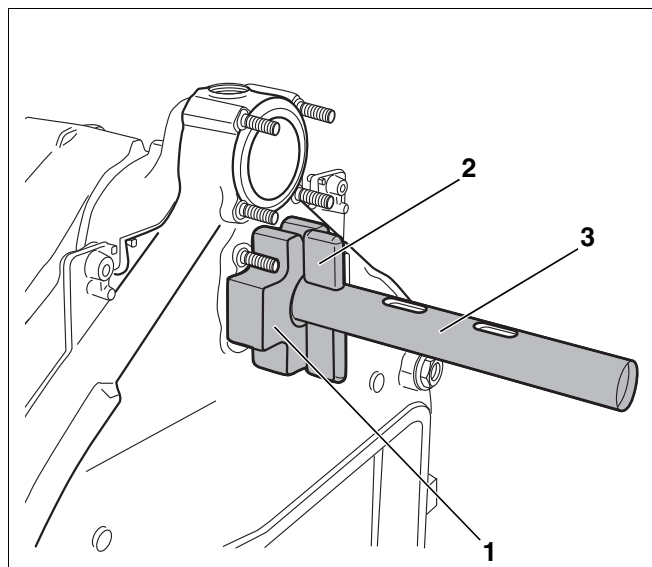

Fig. 15 Strettoio di montaggio all'elemento posteriore
- ▶ Inserire, sulla parte posteriore della caldaia, le flangie aggiuntive (fig. 15, [1]) in entrambi i tiranti (fig. 15, [3]) e bloccarle con i cunei (fig. 15, [2]) o con la spina cilindrica (con strettoi di montaggio 2.2).